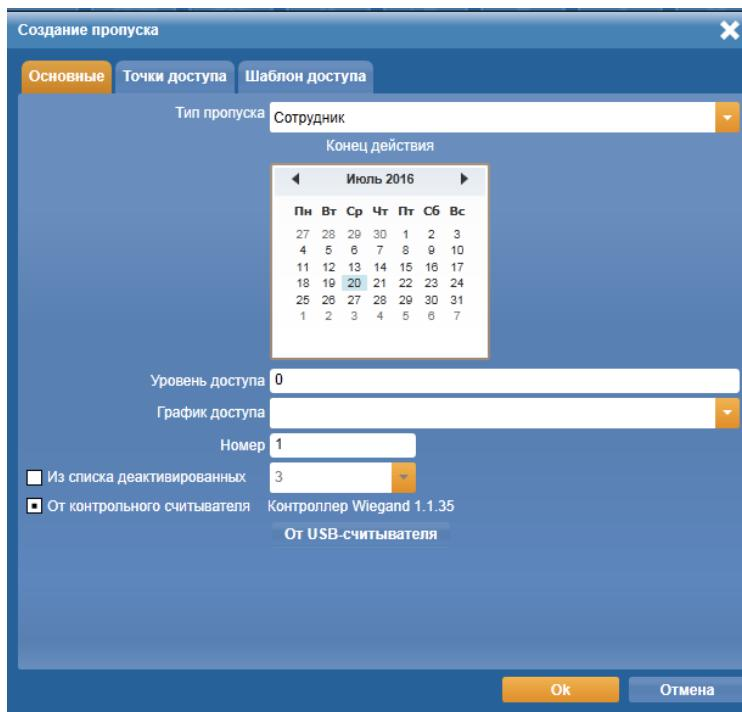

Рисунок 11. Окно **Создание пропуска**
- 4) В отобразившемся окне **Свойства пропуска**, аналогичному окну **Создание пропуска**, необходимо выбрать вкладку **Основные** (Рис. 11) и отредактировать необходимые параметры,